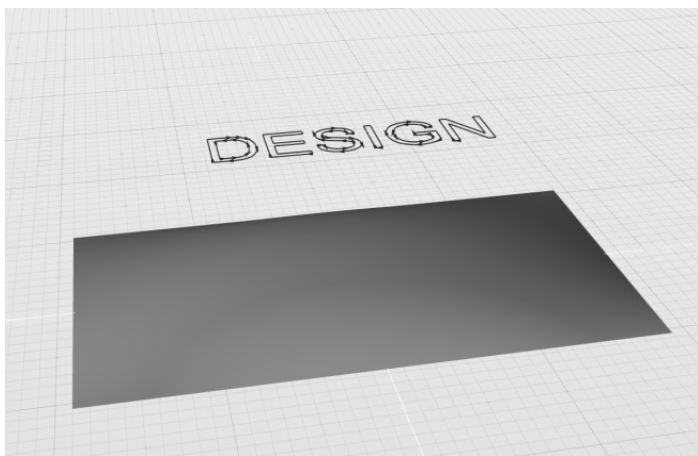

图 4-82 打开练习文件
1) 打开素材文件夹“练习（4.3.8_2）”中的 Evolve 文件，该文件中包含两个对象：一条曲线和一个曲面，如图 4-82 所示。